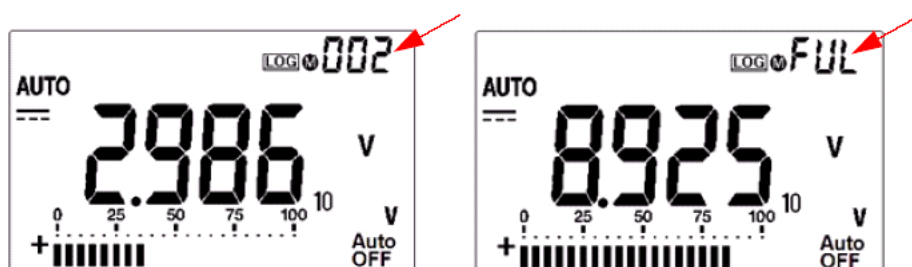

Рис. 2-1 Индикация при регистрации данных с ручным запуском
2. Снова нажмите  (Log) для следующего значения, которое вы хотите записать в память (см. рис. 2-1).